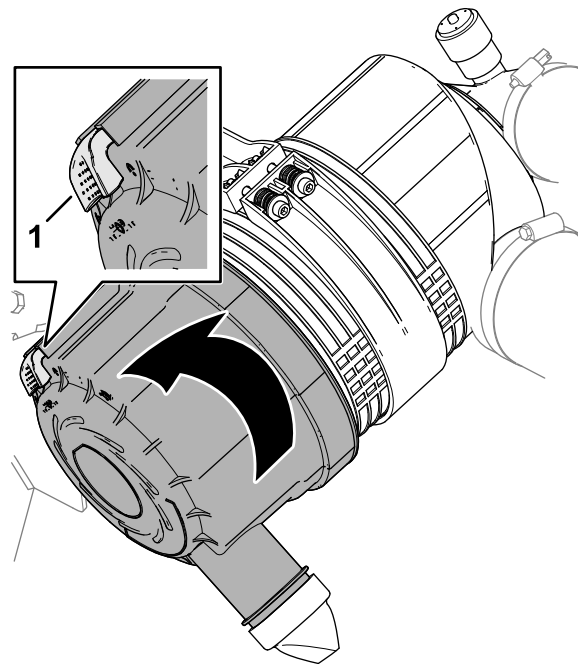

Figura 119
- Trageți clichetul spre exterior și rotiți capacul filtrului de aer în sens invers acelor de ceasornic (Figura 119).